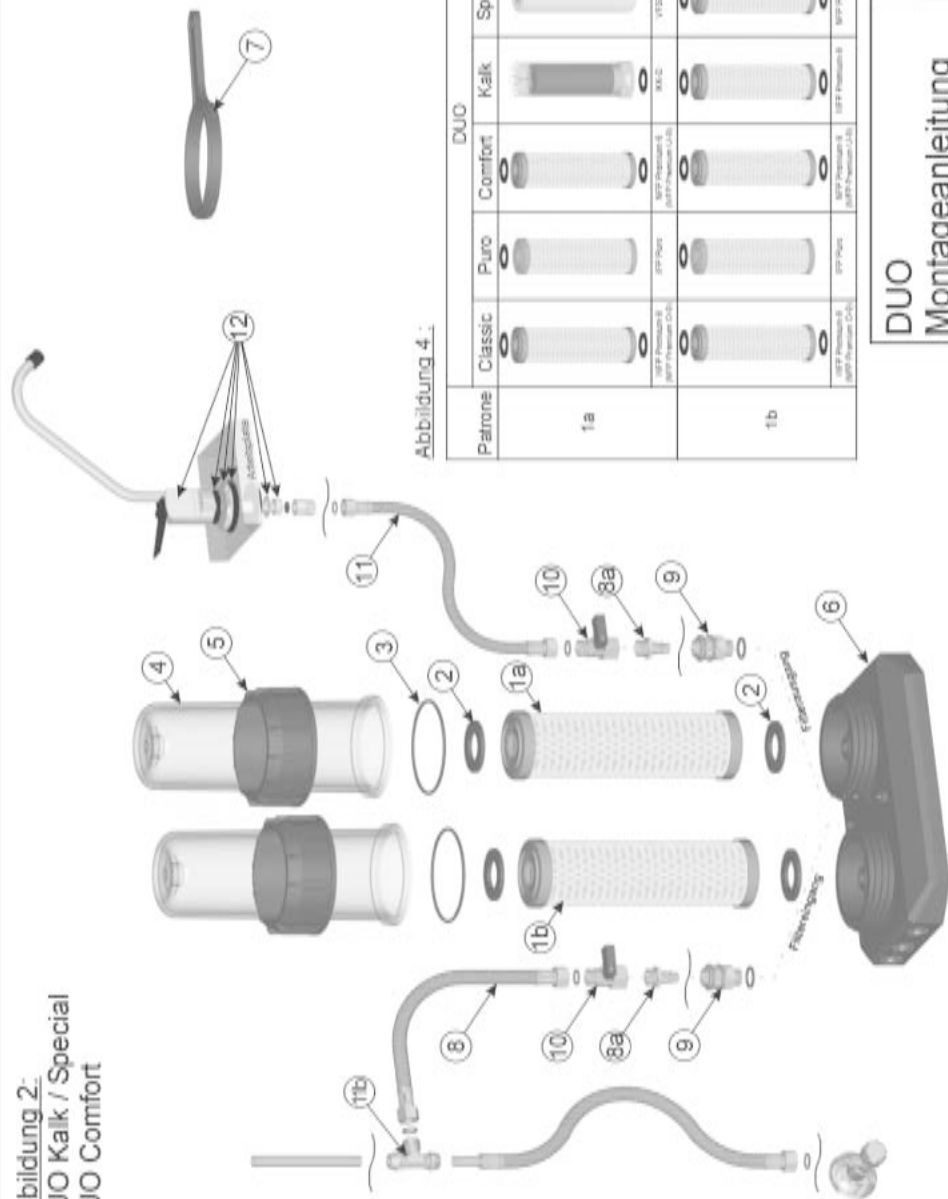

Abbildung 4 :
- Kupplungsring an der Schlauchkupplung (9) nach unten drücken und den Schlauch mit Einstecknippel (8a) nach oben abziehen.
- c) Stellen Sie nun das Gerät ohne Schläuche auf die Spüle. Öffnen Sie das Gehäuse durch Abschrauben der schwarzen Überwurfmutter (5) mit dem Kunststoffschlüssel (7). Hierbei fließt der Rest des Wassers aus dem Gerät.
- d) Ziehen Sie die Filtertassen (4) nach oben weg und entfernen Sie die gebrauchten Filter (1a, 1b). Die erschöpften Filter können im Hausmüll entsorgt werden.
- e) Die neuen Filter (1) werden in die Filtertasse gesetzt, und durch Anziehen der Überwurfmutter (5) mit dem Kunststoffschlüssel (7) wird das Gehäuse verschlossen. Auf einen richtigen Sitz der Flachdichtungen (2) und des O-Ringes (3) ist zu achten. (Abbildung 4) Achten Sie aus hygienischen Gründen beim Filterwechsel auf extreme Sauberkeit und vermeiden Sie eine Verschmutzung der Dichtflächen (2) durch Berührung. Schließen Sie nun das Gerät wieder an den Filtereingangsschlauch und den Filterausgangsschlauch durch Stecken der beiden Einstecknippel (8a) in die Schlauchkupplungen (9). Der Eingang ist hinten und der Ausgang ist vorne am Gerät. Beide sind gekennzeichnet und dürfen nicht verwechselt werden.
- i) Sofern bei Ihrem Gerät vorhanden, öffnen Sie den zusätzlichen kleinen Wasserhahn (12) - Kipphebel nach oben.
- j) Öffnen Sie das kleine Kugelventil (10) am Filterausgang.
- k) Öffnen Sie das kleine Kugelventil (10) am Filtereingang.
- b) Zum Regenerieren der Austauscherpatrone muss diese aus dem Gerät genommen werden. (siehe auch Filterwechsel Abschnitt 4) Schließen Sie hierzu den Kugelhahn (10) zum Gerät und öffnen Sie den Wasserhahn, um den im Gerät vorhandenen Druck auszugleichen. Schließen Sie nun den Wasserhahn wieder und öffnen Sie das Filtergehäuse mit der Austauscherpatrone durch Abschrauben der Überwurfmutter (5) mit dem Kunststoffschlüssel (7). Die Austauscherpatrone ist transparent, mit Granulat gefüllt. Die Austauscherkartusche kann nun entnommen werden (siehe auch Filterwechsel Abschnitt 4).
- h) Nun kann die Austauscherpatrone wieder in das Filtergehäuse eingesetzt werden. Achten Sie hier auf den richtigen Sitz der Dichtungen. (Abbildung 4)